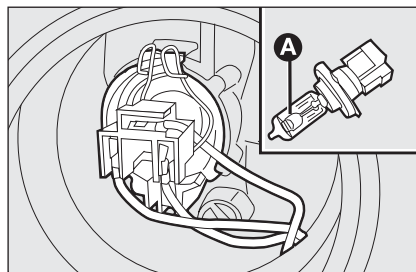

fig. 24
- ☐ extraer la lámpara **A-fig. 24** del conector **B** y sustituirla;